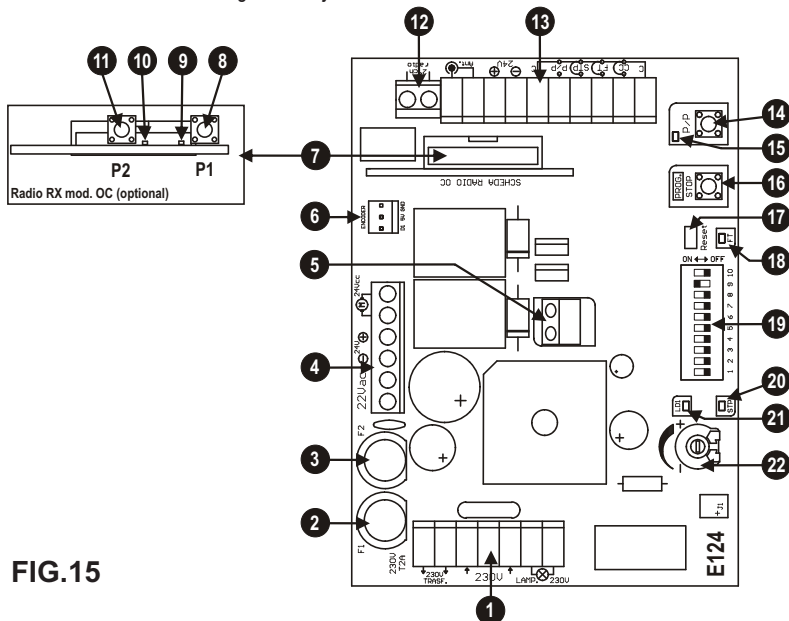
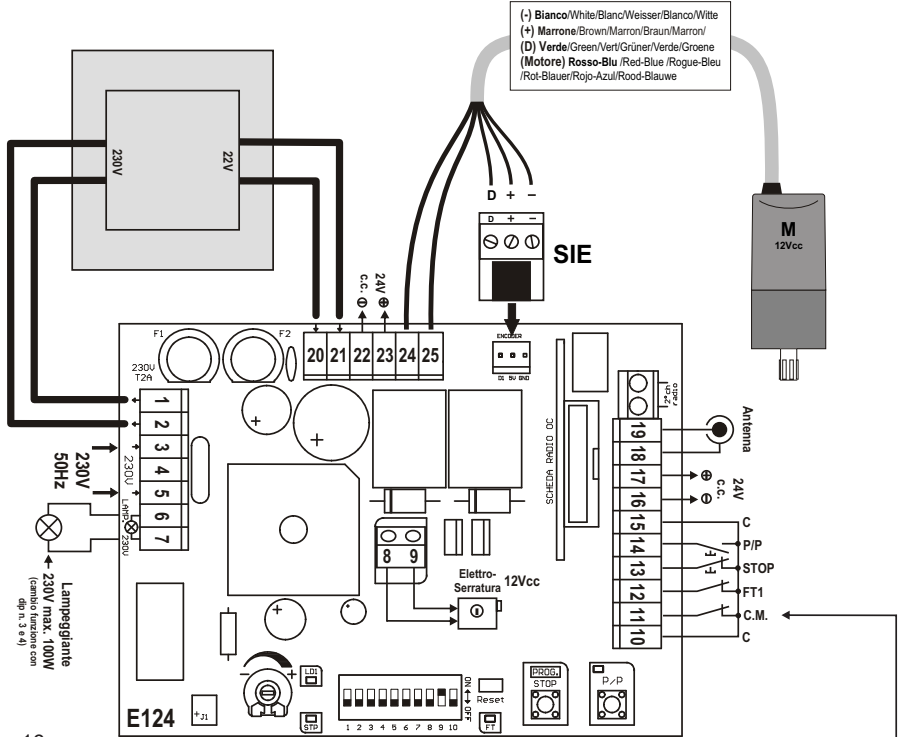

FIG. 15
Fig. 16
Volg voor de aansluitingen de tabellen 1 en 2 en afbeelding 16. In het geval van reeds bestaande installaties is het raadzaam de algemene toestand van de geleiders (doorsnede, isolering, contacten) en de nevenapparatuur (fotocellen, ontvangers, toetsenborden, sleutelschakelaars, etc.) te controleren.
Tijdens de fase van zelfinstelling dient u meermaals op de toets P/P te drukken( deel 14 op afb. 15); in plaats daarvan kunt u ook de instructie P/P (klem 14, afb. 16) gebruiken of de radiozender die op het eerste kanaal van de ontvanger in het geheugen is opgeslagen.
- 2- Houd de knop PROG ingedrukt en voer een reset uit door kortsluiting tot stand te brengen met de schroevendraaier op de jumper Reset (deel 17 op afb. 15).
1-Schakel de vertragingssnelheid in door de dipschakelaar 9 op ON te zetten (deel 19 op afb. 15).
De verschillende beschreven opties kunt u met de dipschakelaars functies (deel 19 op afb.15) selecteren.
De antenne dient op de klemmen 18 (kous) en 19 (besturingseenheid) te worden aangesloten, zie afb. 16.